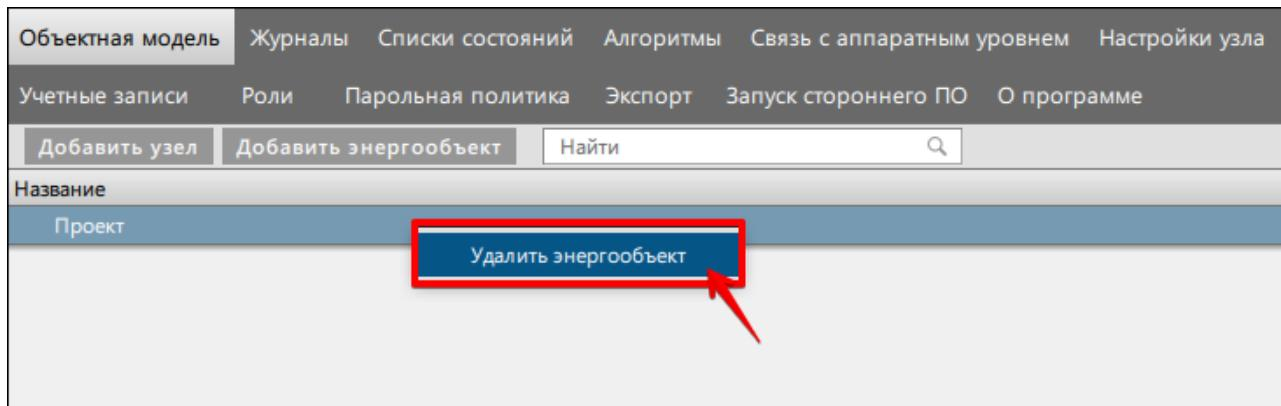

Рисунок 138 - Удалить энергообъект
2. В меню **Объектная модель** нажмите ПКМ по проекту и выберите **Удалить энергообъект** (Рисунок 138).